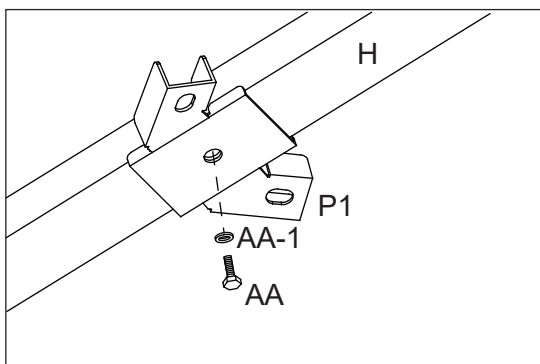

Figure 10-2
10.2 . Fixez le connecteur (P1) au support d'angle du toit (H) à l'aide du boulon (AA) et de la rondelle (AA-1). Voir figure 10-2.